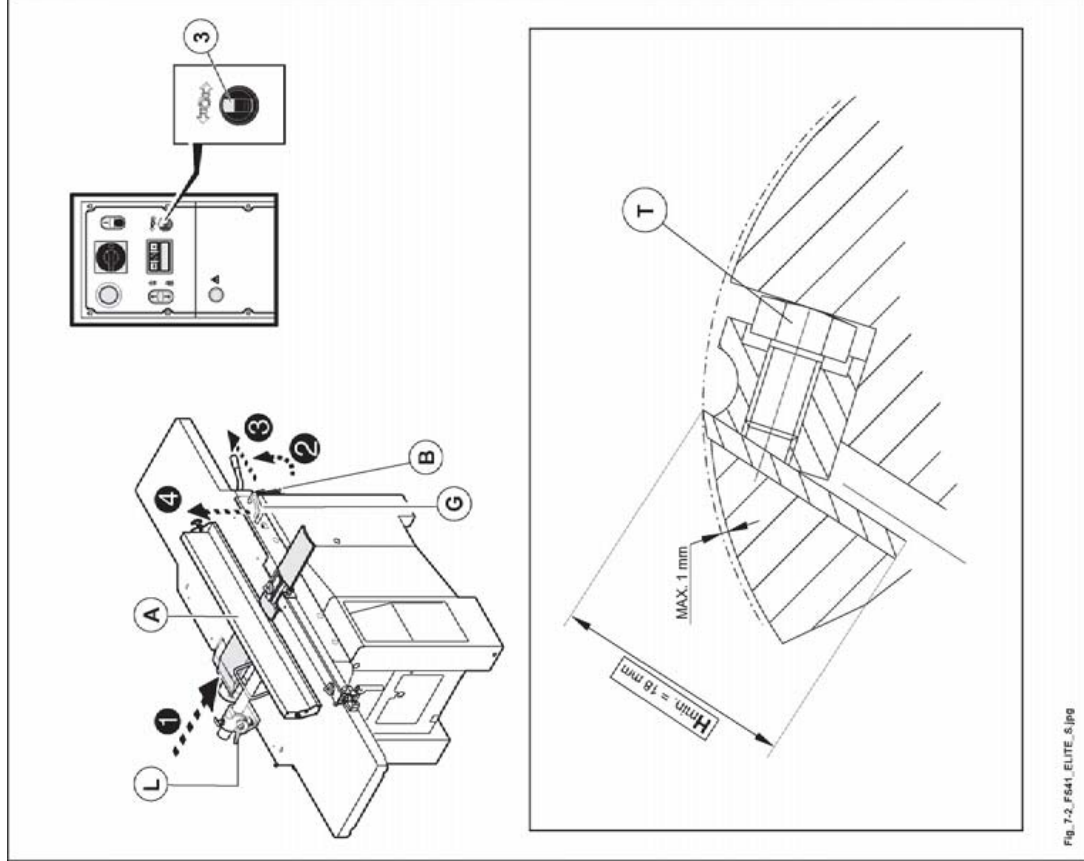

Abb. 7.2
- 2) Lösen Sie die Motorbremse, indem Sie den Wählschalter (3, Abb. 7.2) auf  drehen.
- 3) Den Fügeanschlag (A, Abb. 7.2) am Endanschlag positionieren und den Hebel (L, Abb. 7.2) festziehen.
- 4) Den Hebel (B, Abb. 7.2) lösen und nach außen ziehen (Pos. 3). Mit dem Griff (G, Abb. 7.2) gleichzeitig die Abrichttische anheben.
- 6) Lockern Sie die Befestigungsschrauben (T, Abb. 7.2) der Messer mit dem dafür vorgesehenen Schlüssel zu 7 mm.
- 10) Stellen Sie die Motorbremse fest, indem Sie den Wählschalter (3, Abb. 7.2) auf  drehen.
das Schärfen der Messer ist bis zu einer Mindesthöhe von 18 mm (Abb. 7.2) gestattet. Wenn dieses Mass erreicht ist, muss das Messer ausgetauscht werden.